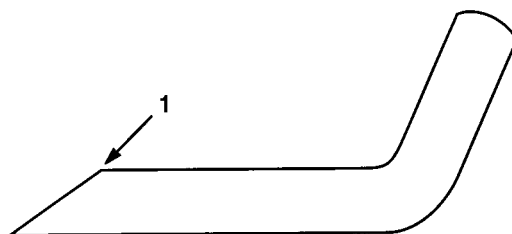

Fig. 14
2. Drei kniven til endene vender frem- og bakover. Mål fra innsiden av klippeenheten til eggen foran på kniven (fig. 14) og notér deg denne verdien.
3. Undersøk eggene på alle knivene. Kvess knivene hvis nødvendig. Du må bare kvesse toppen av eggen og kvesse i samme vinkel for å sikre at kniven holder seg kvass (fig. 14). Kniven holder seg i balanse hvis like mye metall fjernes fra begge egger.